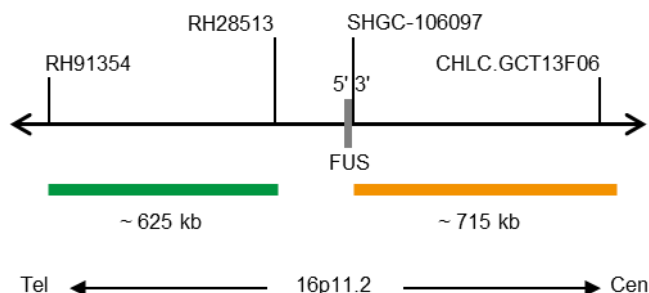

Abb. 1: SPEC FUS Sondenlokalisation (nicht maßstabsgetreu)
- ZyGreen (Anregung 503 nm/Emission 528 nm) markierten Polynukleotiden (~10 ng/ μ l), die gegen Sequenzen 16p11.2* (chr16:30,383,304-31,007,836) gerichtet sind, welche distal zur FUS-Bruchpunktregion lokalisiert sind (siehe Abb. 1).
- ZyOrange (Anregung 547 nm/Emission 572 nm) markierten Polynukleotiden (~4,5 ng/ μ l), die gegen Sequenzen in 16p11.2* (chr16:31,213,259-31,927,155) gerichtet sind, welche proximal zur FUS-Bruchpunktregion lokalisiert sind (siehe Abb. 1).